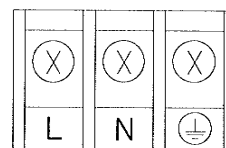

図 4.2 電源の配線
- 2) 図 4.2 に従い電源電線を接続します。保護接地は端子  に接続します。電源の非接地側は端子 L に接続します。電源の接地側は端子 N に接続します。